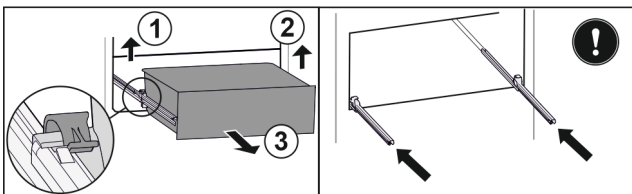

Fig. 127
- ▶ Повдигнете лявата скоба и едновременно с това изтеглете напред чекмеджето отляво. Fig. 127 (1)
- ▶ Повдигнете дясната скоба и едновременно с това изтеглете напред чекмеджето отдясно. Fig. 127 (2)
- ▶ Извадете чекмеджето напред. Fig. 127 (3)